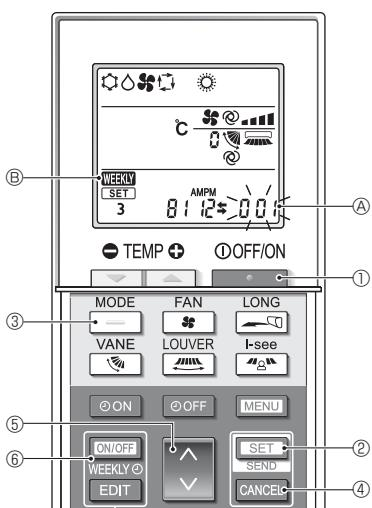

Fig. 4-12
3. Нажмите кнопку ⑤.
4. Завершение настроек (Fig. 4-12)